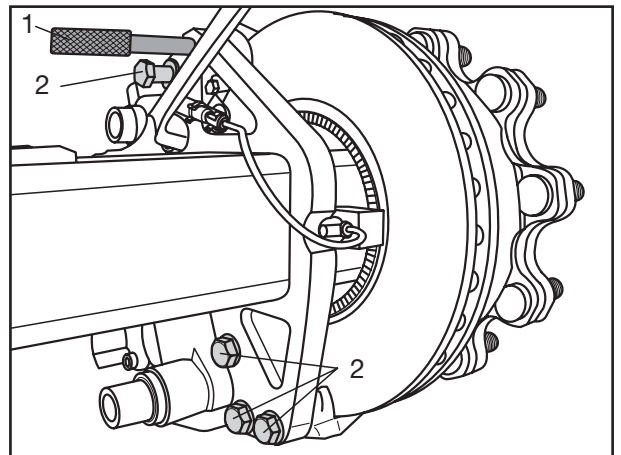

Fig. 2
- [6] Oberste Befestigungsschraube des Bremssattels zuerst herauschrauben und durch Montagedorn (Fig. 2/1) ersetzen (Sicherung gegen Herabfallen der Bremse).
- [7] Danach restliche Schrauben (Fig. 2/2) herausdrehen. Bremse komplett vom Bremsträger abnehmen.
- [6] First unscrew top attachment nut and replace with a mandrel (Fig. 2/1) (prevents brake from falling).
- [7] Next, unscrew remaining screws (Fig. 2/2). Remove brake anchor plate from brake caliper.
- [6] D'abord dévisser la vis de fixation la plus élevée et la remplacer par le poinçon de montage (Fig. 2/1) (sécurité pour empêcher le frein de tomber).
- [7] Dévisser ensuite les autres vis (Fig 2/2). Retirer entièrement le frein de son support.